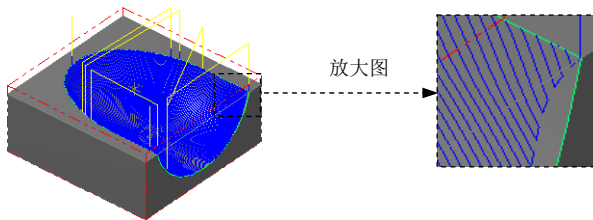

图 13.19 刀具路径
(1) 设置曲面加工参数。在“曲面精加工交线清角”对话框中单击 **曲面参数** 选项卡, **曲面参数** 选项卡中的参数采用系统默认设置值。
(2) 设置交线清角精加工参数。在“曲面精加工交线清角”对话框中单击 **交线清角精加工参数** 选项卡, 取消选中 **限制深度 (D)** 复选框; 在 **平行加工次数** 区域中选中 **无限制** 单选项, 在 **步进量** 文本框中输入数值 0.5。单击 **✓** 按钮, 同时在图形区生成图 13.19 所示的刀具路径。